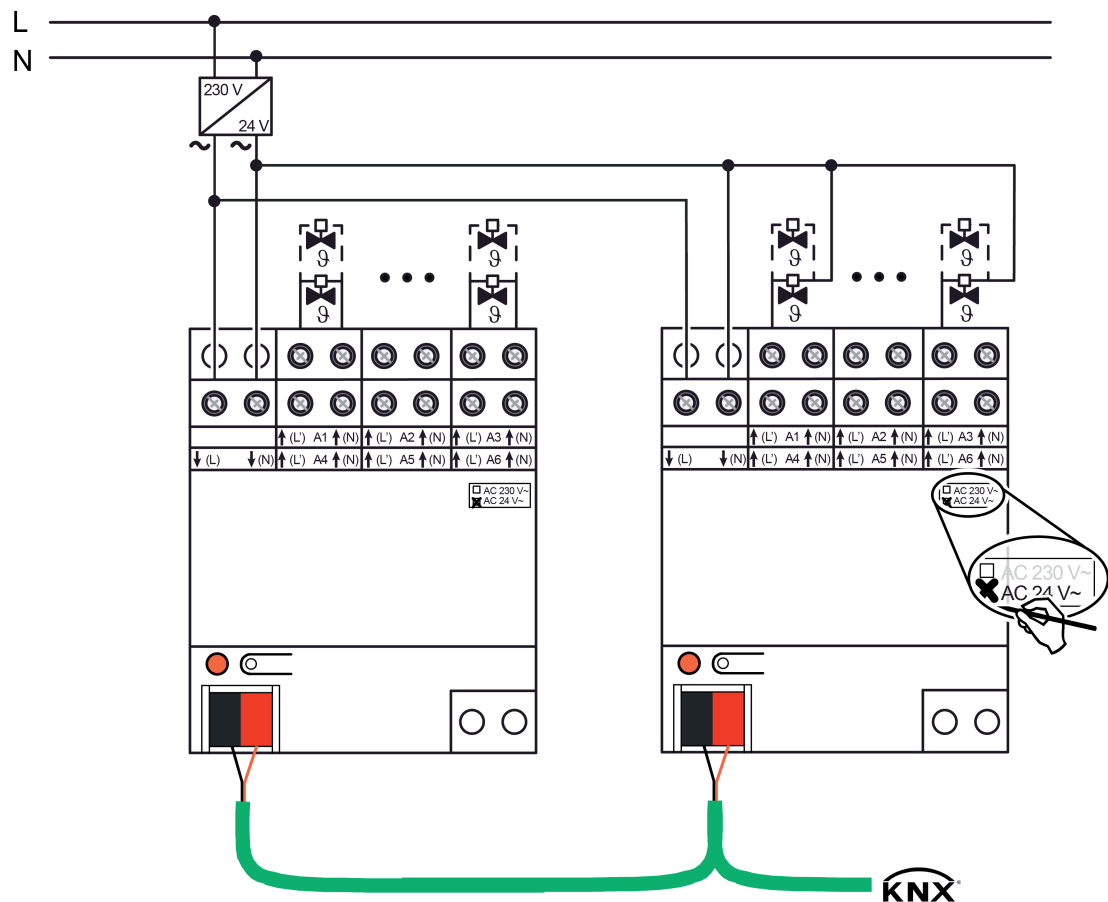

Bild 3: Anschluss für Stellantriebe AC 24 V
- Stellantriebe AC 24 V gemäß Anschlussplan (Bild 3) anschließen. Es ist möglich, die Stellantriebe entweder jeweils einzeln und direkt mit den Klemmen der Ausgänge des Heizungsaktors (Anschlussbeispiel links) oder alternativ über einen gemeinsamen Leiter zu verbinden (Anschlussbeispiel rechts).